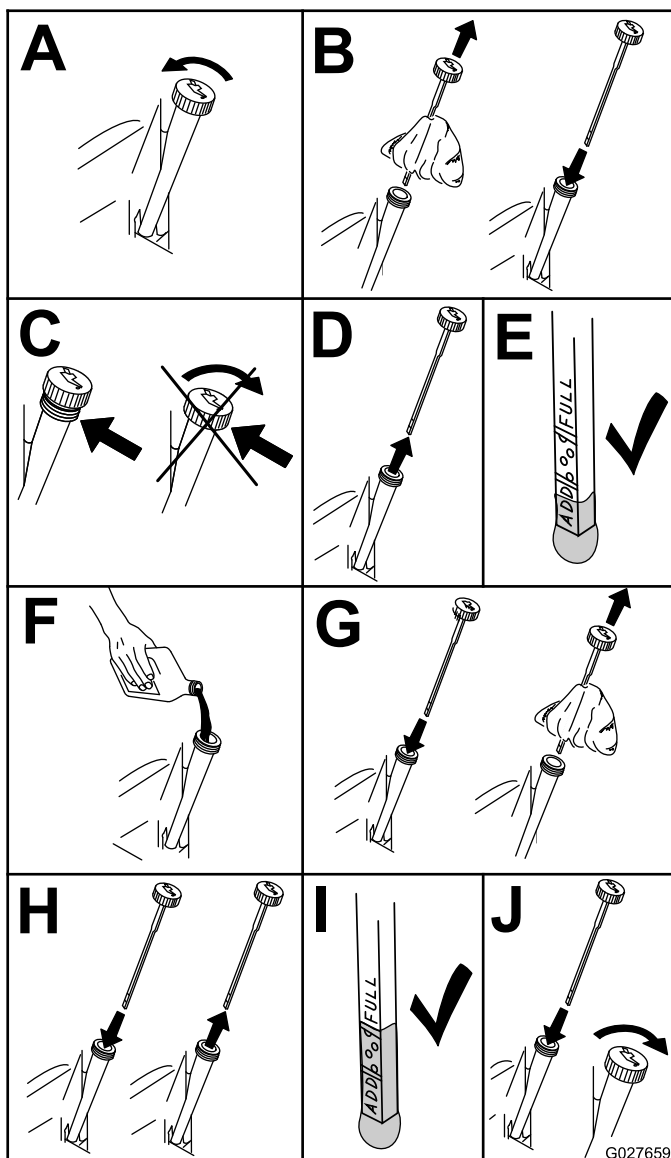

Figure 37
3. Contrôlez le niveau d'huile moteur, comme montré à la Figure 37.